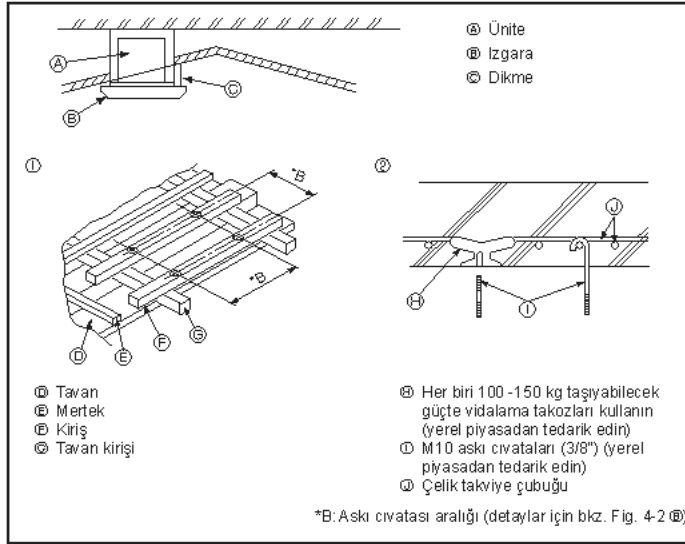

Fig. 4-4
- ② Kanal flanşının önerilen şekli (Kalınlık: 0,8 veya daha fazla)
- ③ 3-Ø5 delik
- ④ Temiz hava girişi detay çizimi
- ⑤ İç ünite
- ⑥ Tavan yüzeyi
- ⑦ 3-Klavuz vida deliği
- ⑧ Ø7,3 4 kesme delik
- ⑨ Kanal flanşı (Yerel olarak hazırlanır)
- ⑩ 4 x 10 Klavuz vida (Yerel olarak hazırlanır)
- ⑪ İzolasyon
4.4. Asma düzeninin yapısı (asılacağı yer güçlü bir yapı olmalıdır) (Fig. 4-4)